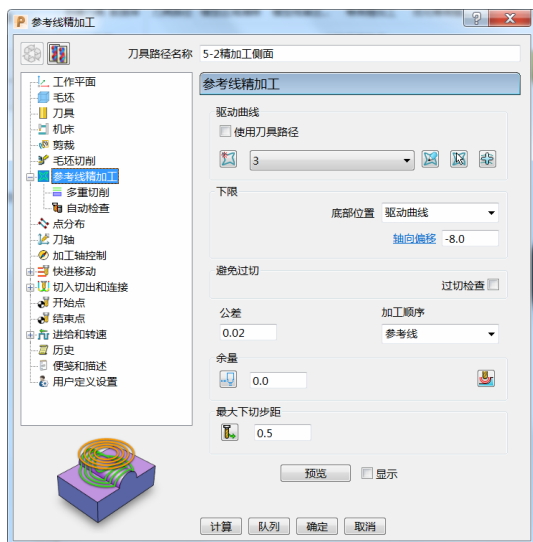

图 3-61
4) 参考线精加工：选择参考线“3”，底部位置选择“驱动曲线”，轴向偏移“-8.0”，设定公差“0.02”、加工顺序“参考线”、余量“0.0”、最大下切步距“0.5”。（图 3-61）